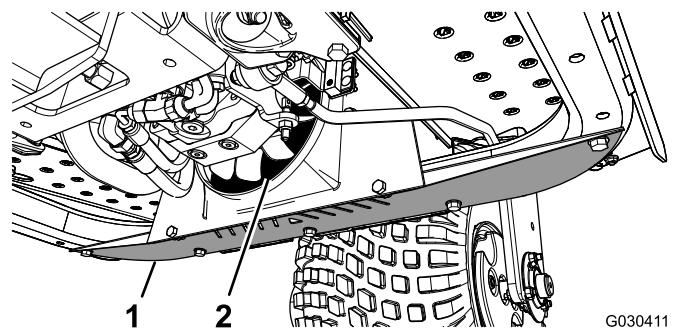

Figura 44
1. Remova o resguardo inferior (Figura 44).
| 2. Utilizando uma vareta, sopre ar comprimido entre as pás da ventoinha (Figura 44) para forçar o material a sair pela direção em que entrou. | |